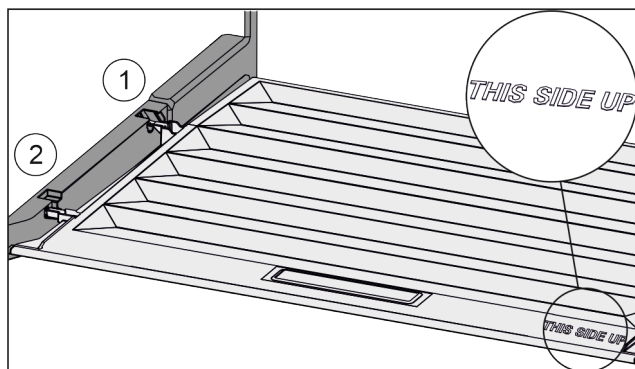

Fig. 46
- ▶ Výstupky víka zaveďte do zadních držáků Fig. 46 (1) a vpředu zaklesněte do držáku Fig. 46 (2).